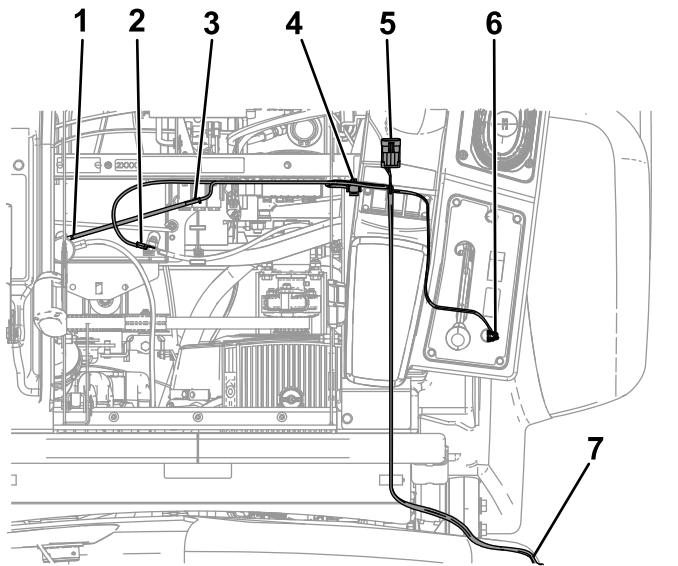

図 7
1. ワイヤハーネスの2つのコネクタに、スイッチの2枚ブレードコネクタを接続する図 7。
4. その隣のコネクタをリレー図 7に接続し、リレーを、既存のリレーの近くのフレームの外側の穴に取り付ける。
5. バッテリーのプラス+端子に取り付けられている赤いワイヤに、ヒューズリンクを接続する図 7。
7. ワイヤハーネスの遠い方の端部を、ヒューズブロックのアースに接続する図 7。